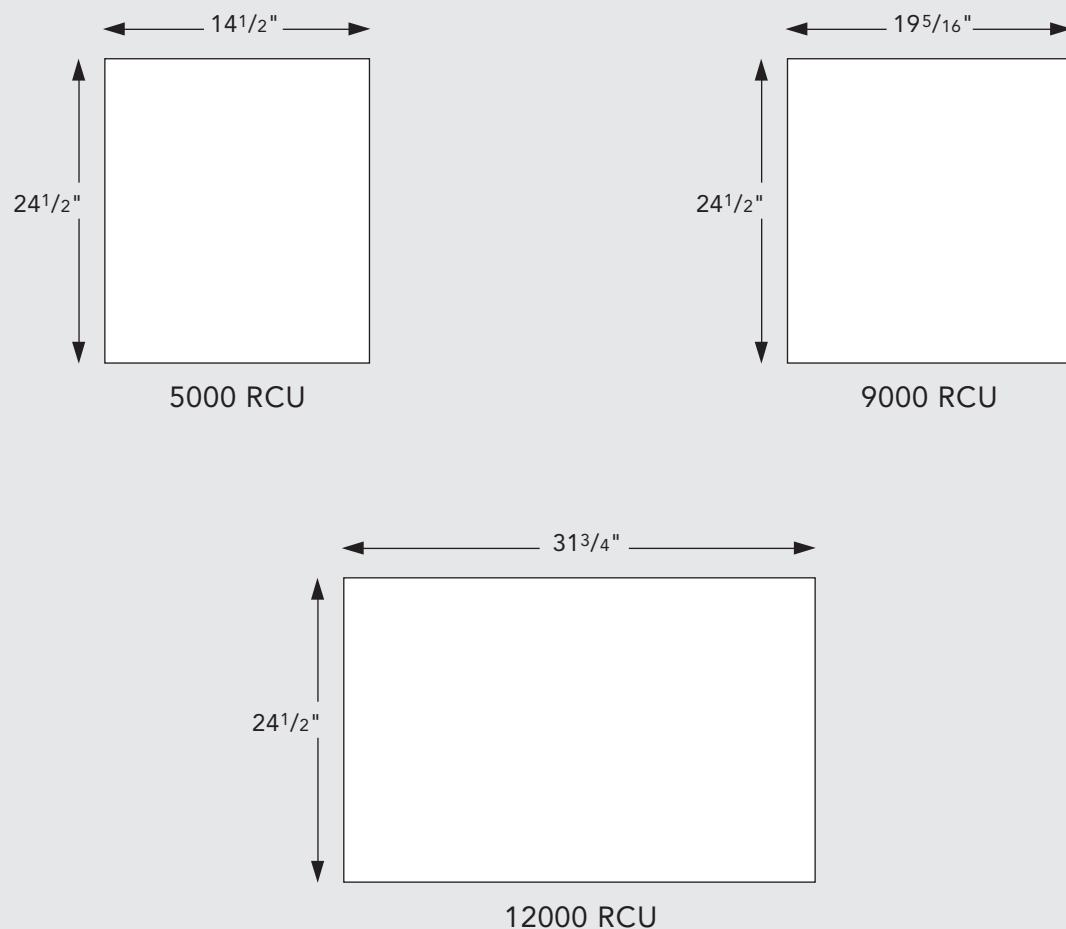

Fig. 1
- La taille de l'ouverture qu'il convient de découper pour l'installation est présente sur la Fig. 1.
- Préparer l'ouverture dans le mur pour accueillir l'appareil, comme indiqué à la Fig. 1. En fonction de l'ossature murale, les modèles 9000 et 12000 peuvent nécessiter un recadrage de l'ouverture pour assurer une bonne prise en charge.